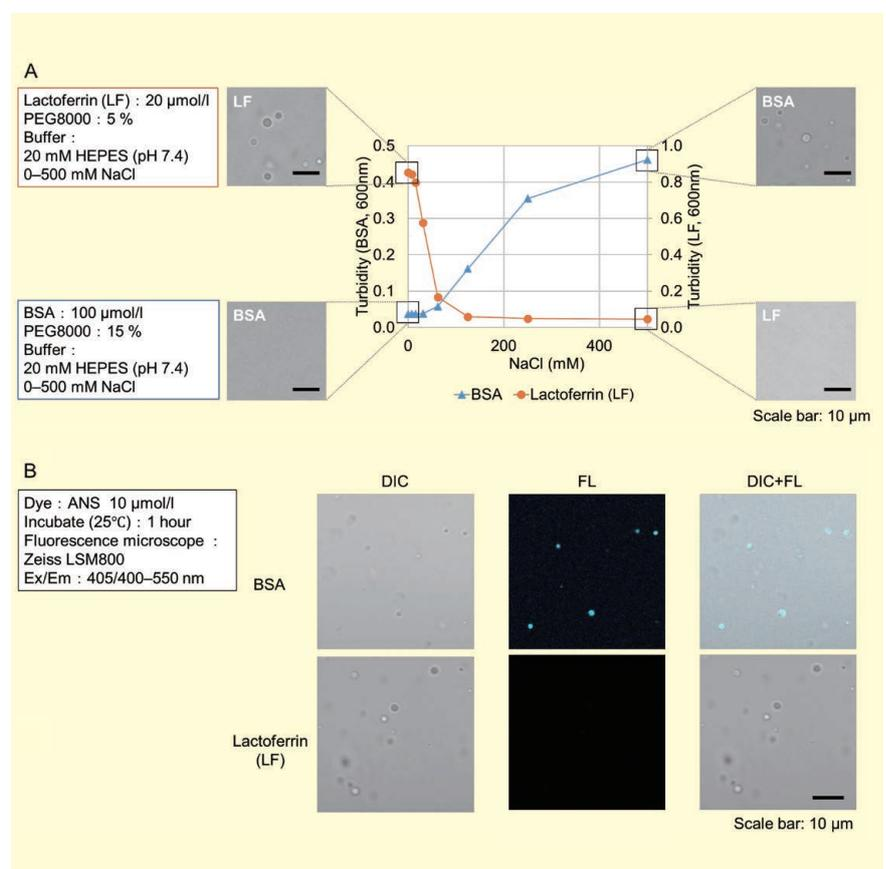

図1. 液滴形成におけるタンパク質間相互作用の評価
タンパク質の種類による相分離液滴の分子間相互作用の違いを評価するために、BSAおよびLactoferrin (LF) タンパク質の液滴形成に及ぼすNaClの影響と、ANS色素を用いた染色例を紹介する。NaCl濃度を上昇させタンパク質間の静電相互作用を阻害すると、LFの液滴形成が顕著に低下したことから、LFは主に静電相互作用に依存して液滴を形成していることが示唆された。一方、BSAの液滴形成はNaCl濃度の増加に伴い促進された。この結果は、塩濃度の上昇によりBSA分子間の静電的反発が緩和され、相分離が促進された可能性を示唆している(図1-A)。さらに、ANSを用いた蛍光染色では、LFよりもBSAの方が強い蛍光シグナルを示し、BSAの液滴形成には疎水性相互作用がより関与していることが示された(図1-B)。これらの解析は、クラウディング剤、バッファーの種類、pH、塩濃度を幅広くスクリーニング可能な「LLPS Forming Condition Screening Kit」を用いて実施した。また、ANSに加え、液滴のゲル化状態も評価可能なSepaFluor色素、さらにはアミロイド